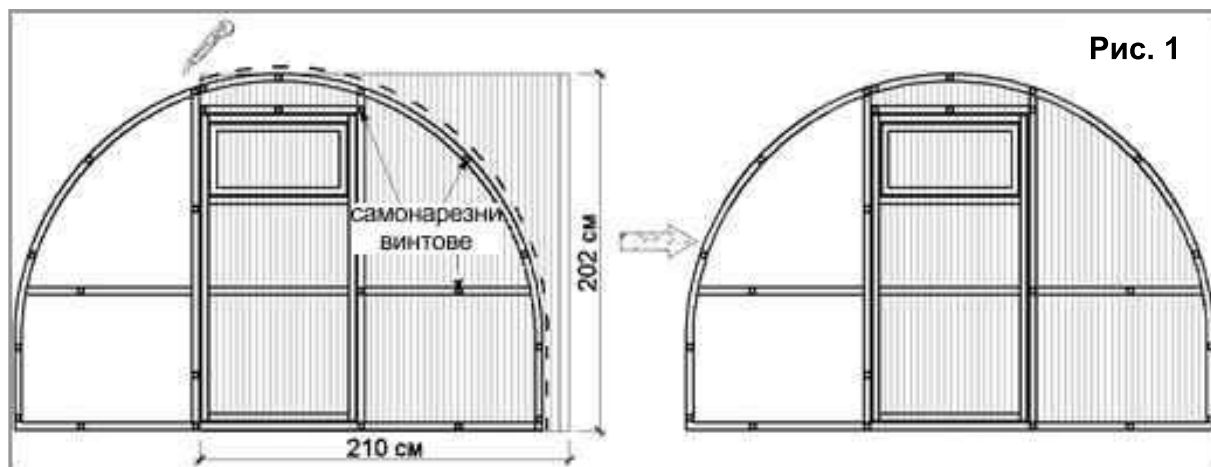

Рис. 1
2. Наложете една от частите (202х210 см) на челния панел както е показано на рис.1, каналите на поликарбоната трябва да са разположени вертикално. Изравнете го от всички страни и закрепете със самонарезните винтове по челния панел, според пробитите отвори. Изрежете поликарбоната равно по дъгата.